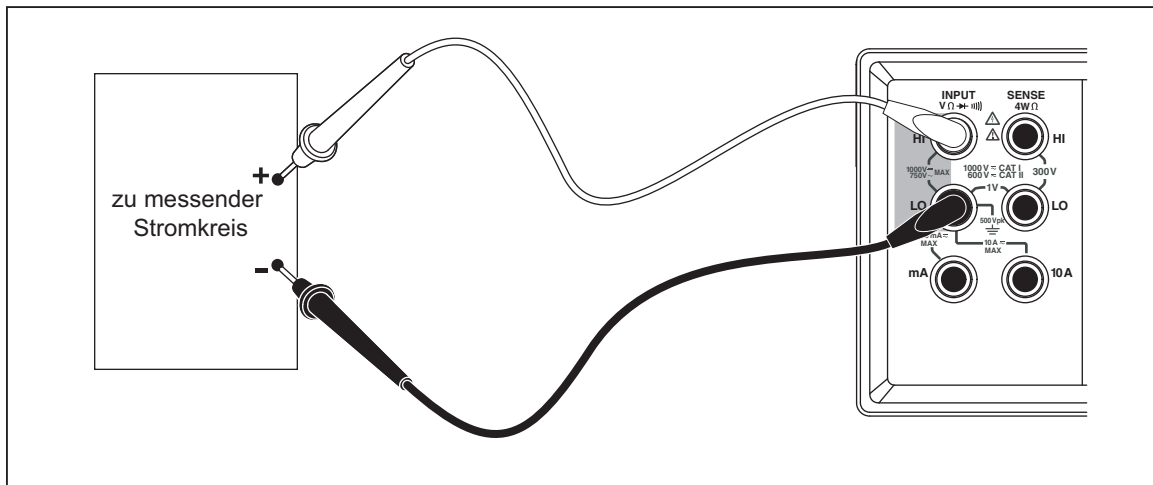

Abbildung 3-4. Spannungs- und Frequenzmessung
1. Die Messleitungen gemäß Abbildung 3-4 zwischen dem Messgerät und dem zu messenden Stromkreis anschließen.